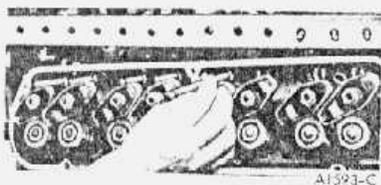

fig. 10 — remoção das varetas de válvulas
- Desapertar as porcas do prisioneiro dos balancins, de modo que os balancins possam ser girados para o lado. Retirar as varetas de válvulas em ordem (fig. 10), de modo tal que as mesmas possam ser montadas em suas posições originais. Retirar as capas das válvulas de escape.